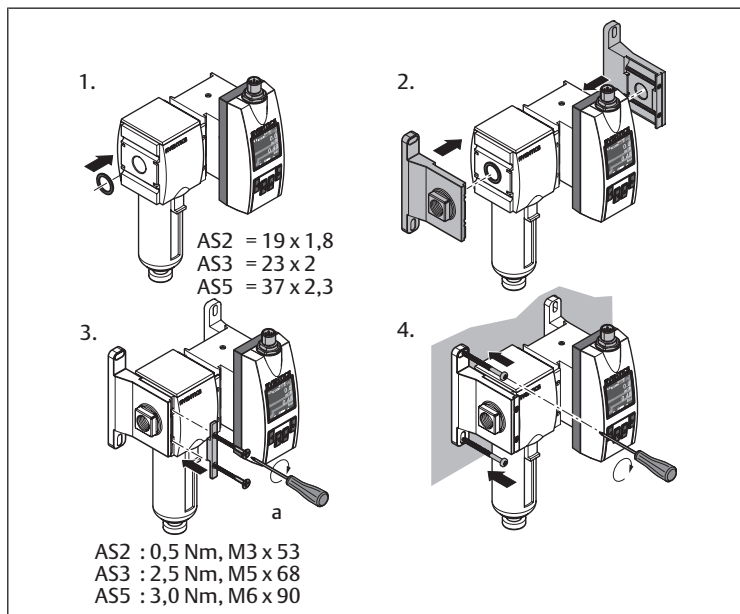

Bild 7: Montering med blockmonteringsatts | W05
- Montering med blockmonteringsatts (utan luftbehandlingsenhet): se → Bild 7.